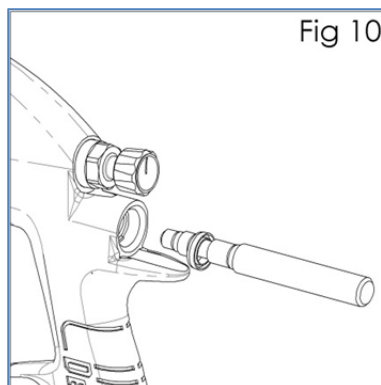

Fig 10
8. Wyjąć gniazdo zaworu (19) z korpusu. (Patrz rys. 10)